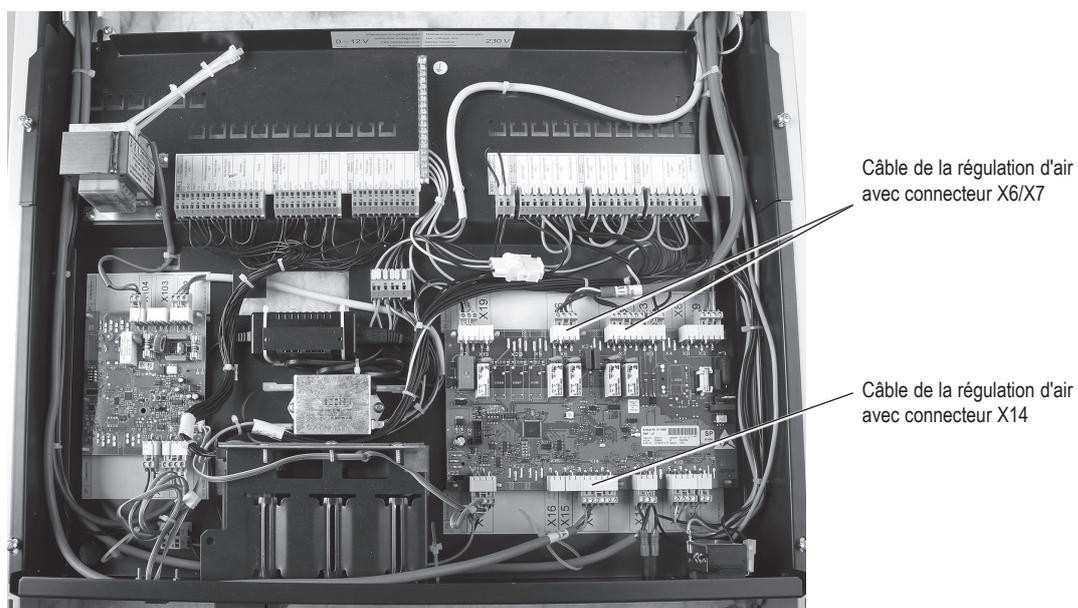

fig. 22 - Passage des câbles
- Comme indiqué sur la fig. 22 - ①, poser les deux
câbles de la régulation d'air vers le haut dans les parois latérales, puis dans le coffret électrique via le passage dans les conduites de câble et les brancher comme illustré sur la *fig. 22 - ②*.
électrique, via le passage dans la conduite de câbles, puis vers le bas dans la paroi latérale et le brancher à la sonde Lambda (*fig. 22 - ①*).
① Sans parois arrière – Vue de derrière
② Coffret électrique – Vue du dessus